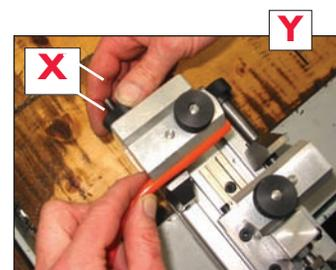

Figura 3
8. Deslice un extremo de la correa en la parte trasera del útil de perfil desde la izquierda hasta que sobresalga del útil por la parte derecha unos 2 a 3 mm. Apriete el tornillo X (figura 3) para sujetar el extremo de la correa en su posición.